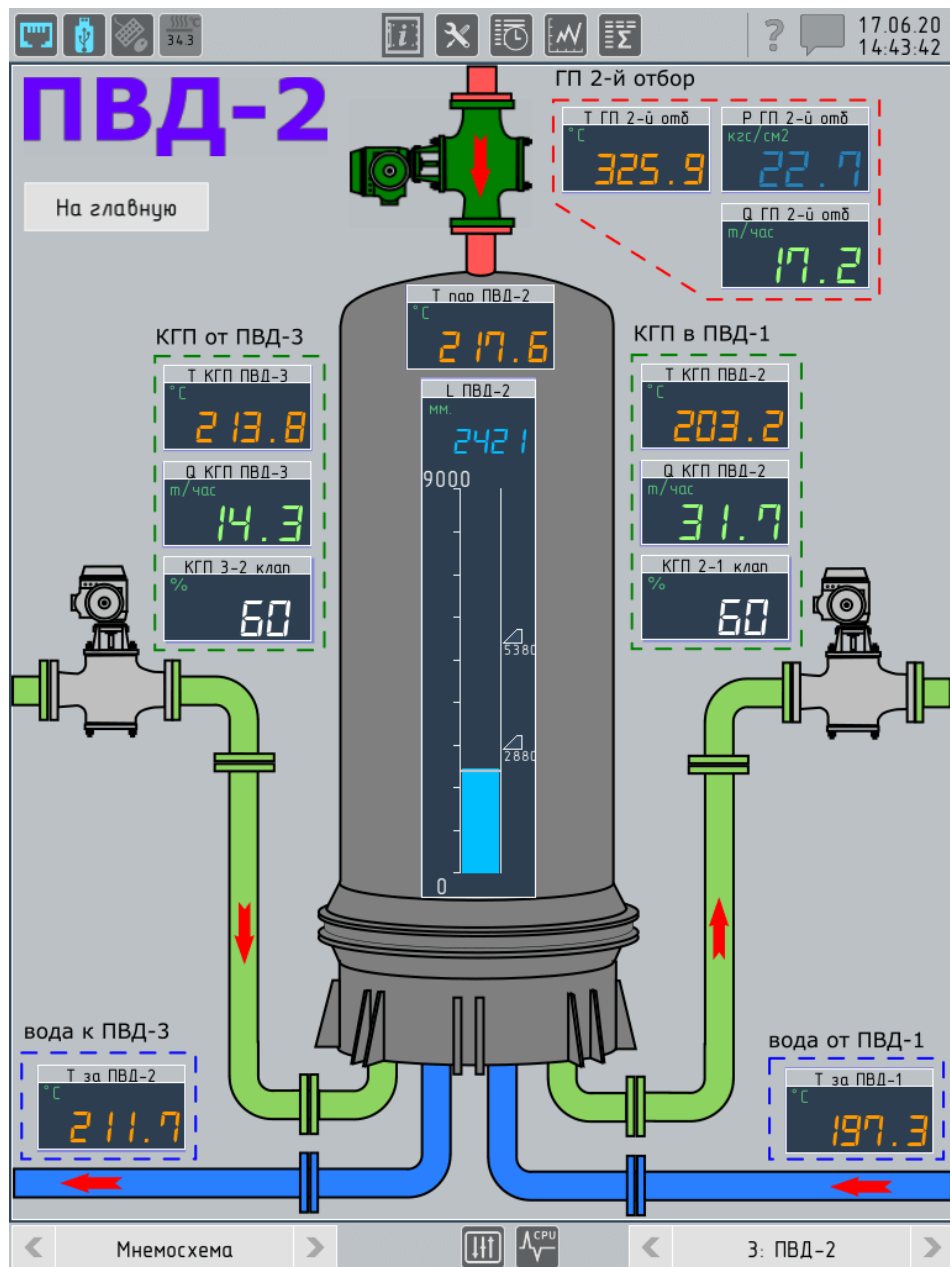

Рисунок 4.21 – Режим "Мнемосхема", контроль подогревателя высокого давления
- ▶ **"мнемосхема"** – режим представления технологического процесса созданный пользователем (см. рисунок 4.21)